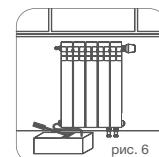

рис. 6
- По завершению монтажных работ выполнить испытания систем отопления в соответствии с требованиями СП 73.13330.2016 «Внутренние санитарно-технические системы зданий». Гидростатическое испытание водяных систем и приборов отопления должно проводиться под давлением, в 1,5 раза превышающим рабочее давление (пример рис. 6). Если рабочее давление более 10 бар (1,0 МПа), испытание проводить без вентильной вставки. По факту проведения испытаний составляется акт ввода системы и приборов в эксплуатацию в установленной форме.